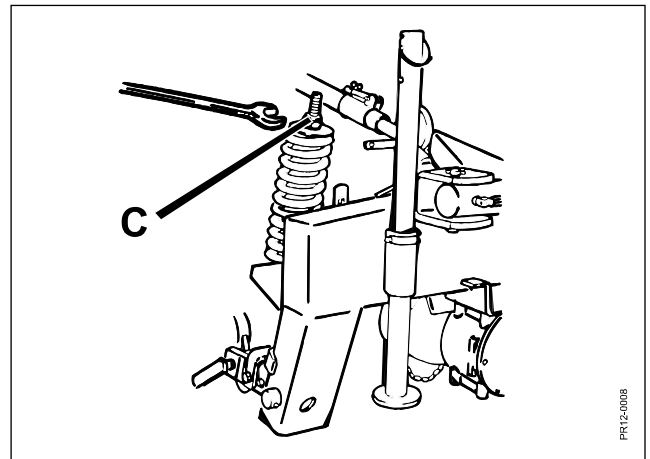

Fig. 2-17
- Fig. 2-17 8) Die Entlastungsfedern werden auf die gewünschte Entlastung mit der Spindel **C** eingestellt.